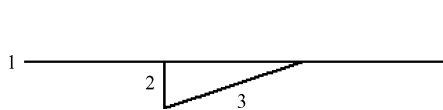

图 5-31 绘制三角形
(1) 单击“默认”选项卡“绘图”面板中的“直线”按钮，分别绘制直线 1 $\{(0,0), (33,0)\}$ 、直线 2 $\{(10,0), (10,-4)\}$ 和直线 3 $\{(10,-4), (21,0)\}$ ，这 3 条直线构成一个直角三角形，如图 5-31 所示。